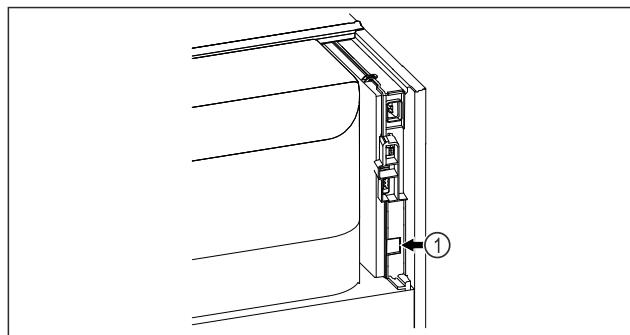

Fig. 61
To SmartModule Fig. 61 (1) είναι τοποθετημένο.